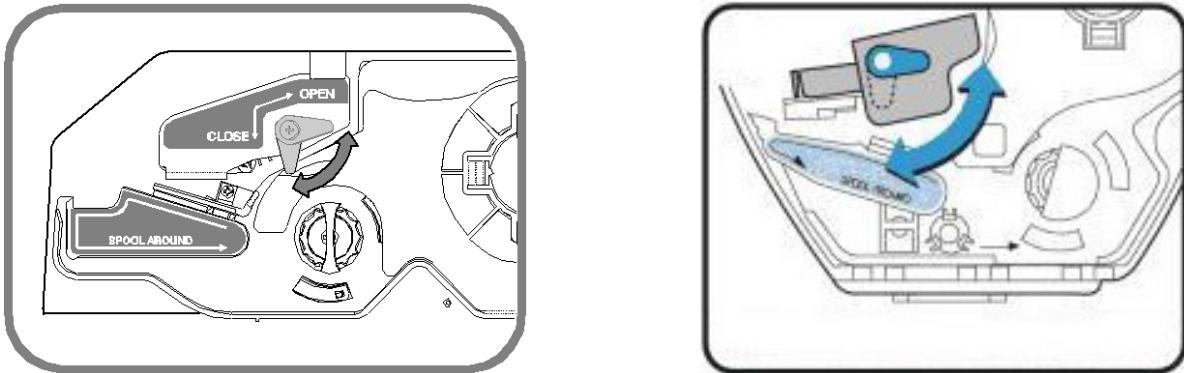

Рисунок 1.12 – Прижимной рычаг головки принтера
1. Установите переключатель, расположенный в нижней части весов, в положение «OFF» (0). Откройте крышку отсека принтера и поднимите прижимной рычаг головки принтера (см. рисунок 1.12).